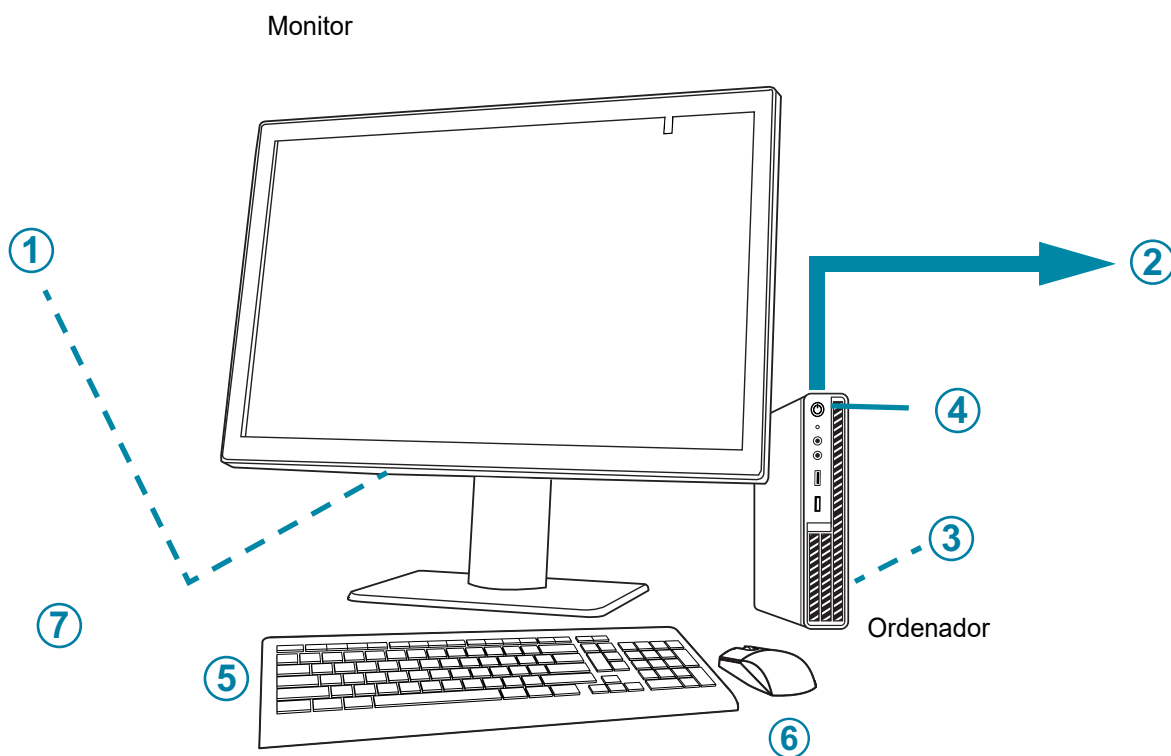

Figura 1-1-2 Componentes de la estación de revisión
Leyenda de la figura 1-1-2
①	Botón de encendido del monitor, debajo de la tapa del compartimento del conector
②	Conexión al servidor de gestión de imágenes (representado en figura 1-1-2)
③	Tarjeta de la unidad de procesamiento gráfico (GPU) de ordenador, instalada en el ordenador
④	Botón de encendido del ordenador, la ubicación varía según el modelo de ordenador
⑤	Teclado del ordenador
⑥	Ratón del ordenador
⑦	Escáner de código de barras (opcional, no se muestra en la figura 1-1-2)